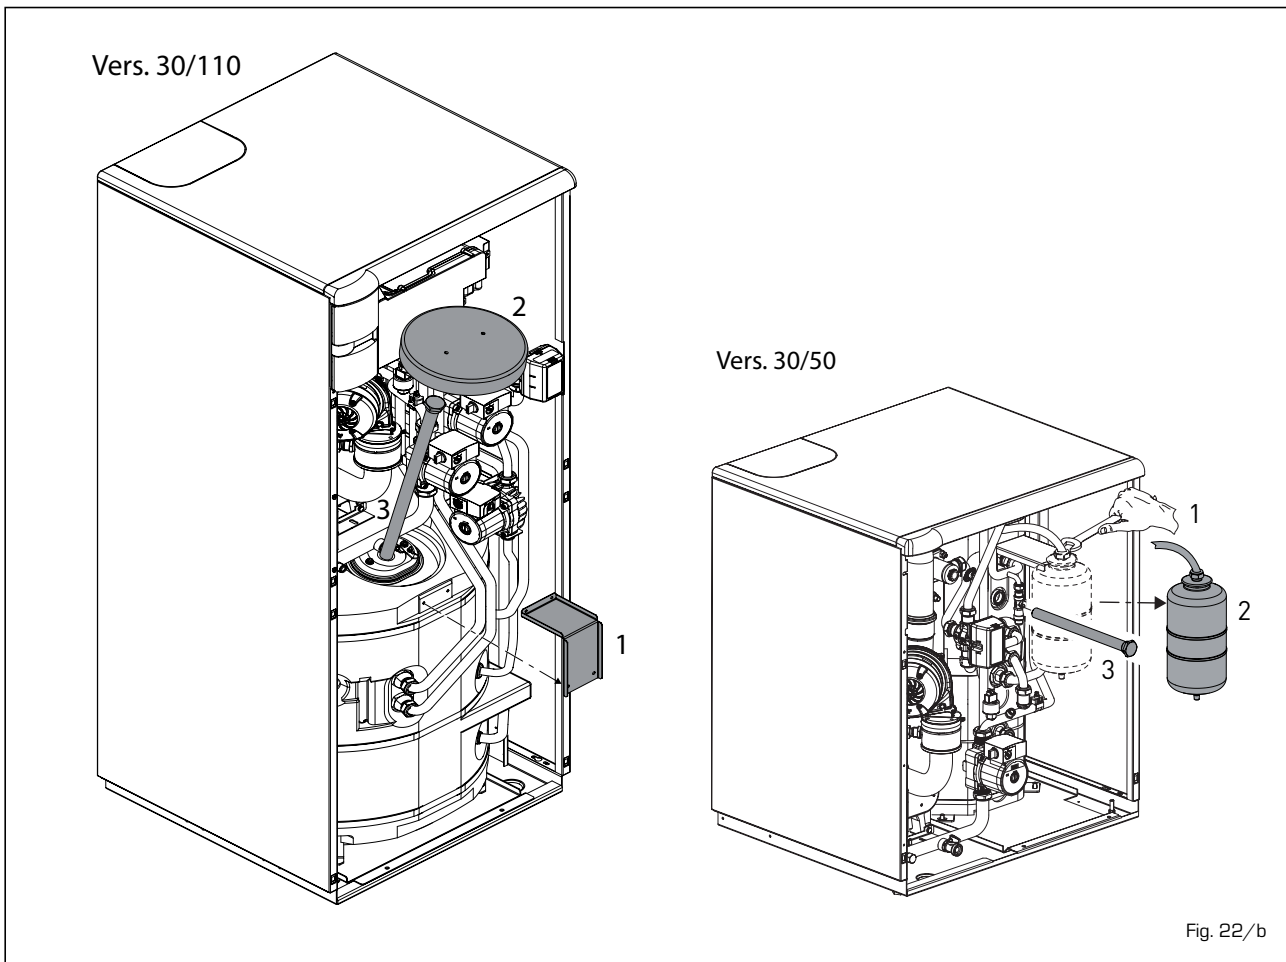

Fig. 22/b
4.4.6 Diagnosi e soluzioni pompa impianto WILO-YONOS PARA PWM (fig. 22/c)